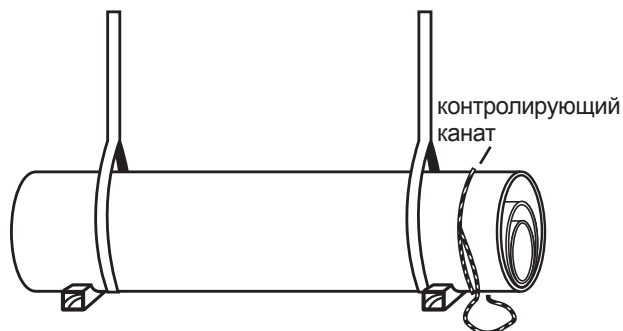

Рисунок 2-6 Две точки опоры для труб, переносимых методом „труба в трубе”
- 1 Пакет труб, размещённых друг в друге, всегда следует поднимать с использованием, по крайней мере, двух гибких ремней (**Рисунок 2-6**). В случае необходимости ограничения по расстоянию между точками опоры будут определены индивидуально для каждого проекта. Следует убедиться в том, имеет ли подвесное устройство необходимую подъёмную силу для переноса данного пакета. Подъёмную силу можно рассчитать, опираясь на средний вес труб, представленный в Приложении А.